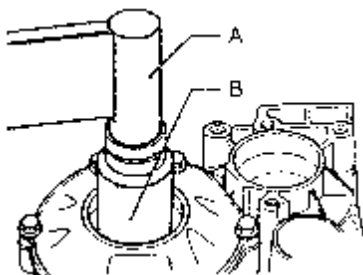

图 7-199 拧紧六角螺母
7) 预紧六角螺母至 $340\text{N} \cdot \text{m}$ 。松开六角螺母，然后把它拧紧至 $250\text{N} \cdot \text{m}$ ，如图 7-199 所示。